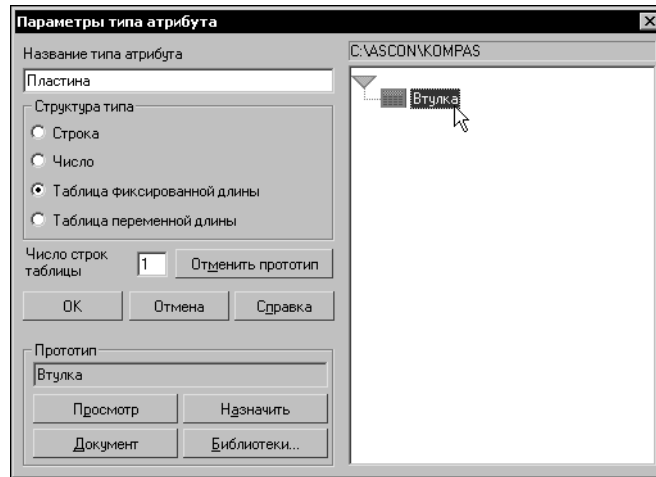

Рис. 21.6. Создание нового типа атрибута с использованием прототипа
1. При задании параметров типа атрибута укажите в качестве прототипа только что созданный тип атрибута (рис. 21.6).